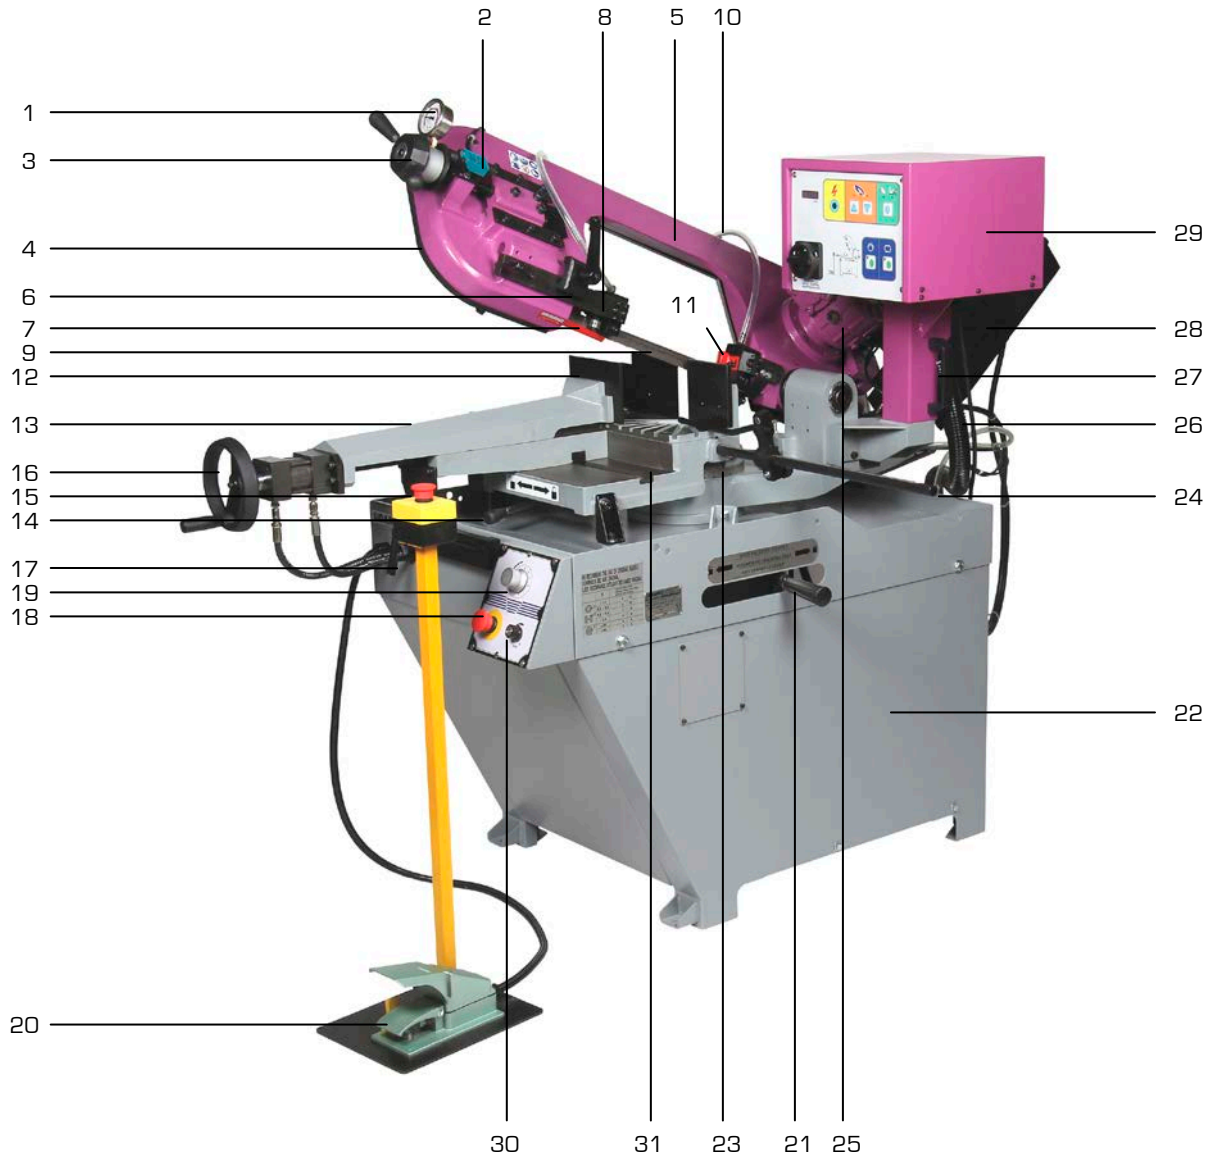

Figure 1
- Insérer la butée de mesure [16 fig.1] dans son siège sur la base droite de l'étau, puis la bloquer.